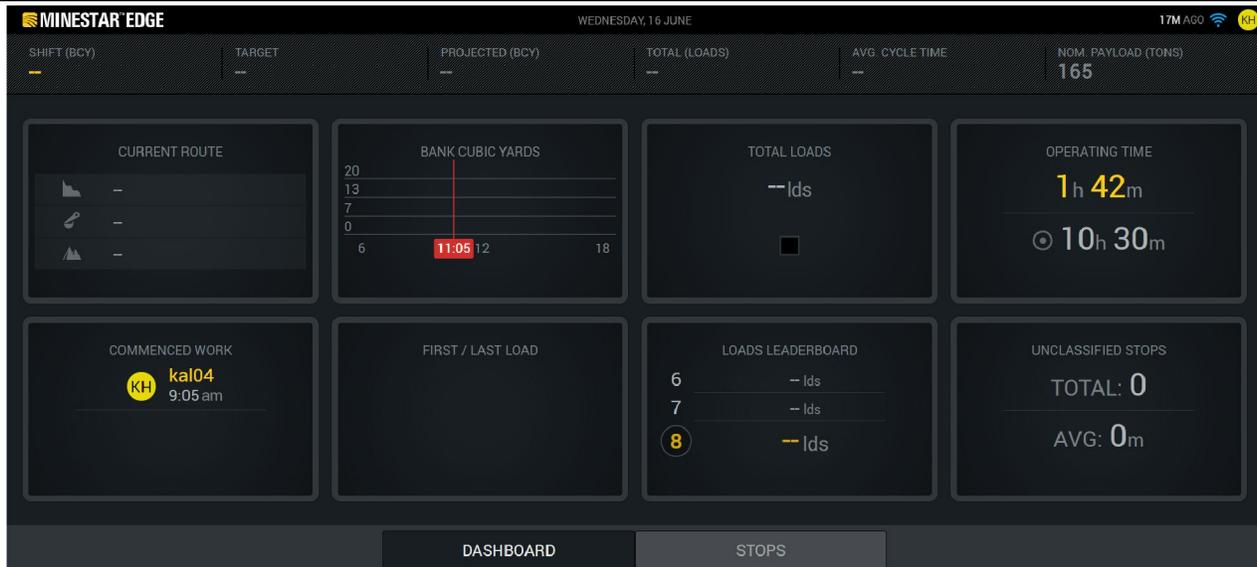

図 5
- オペレータIDを入力した後、"Enter" (入力) を選択すると、図5のように"Home" (ホーム) ページが表示されます。